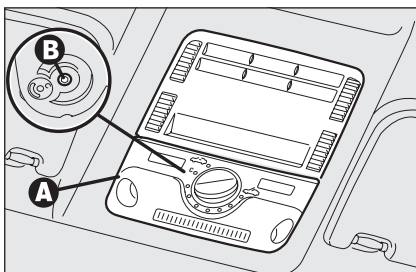

fig. 89
- Premere in corrispondenza delle tacche sulla plafoniera per sganciare le mollette e rimuovere la plafoniera anteriore **A-fig.89**.